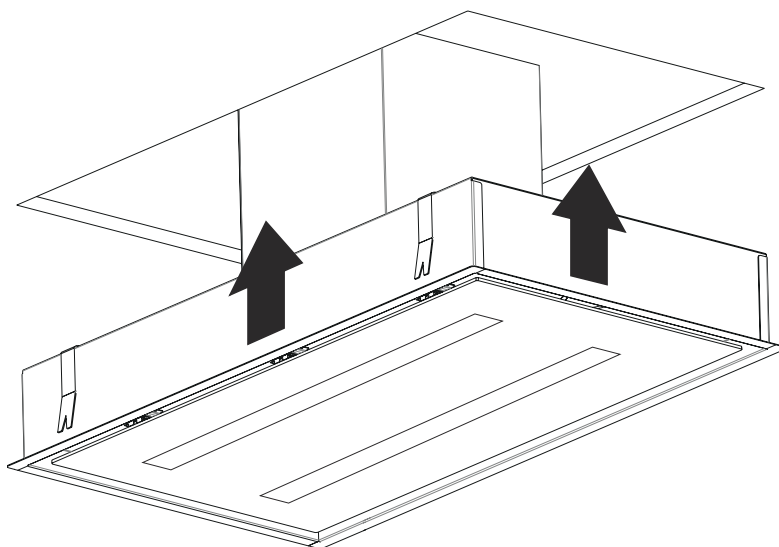

Fig. 9
3. ➤ Produktet skal nu skubbes op i hullet (Fig. 9).